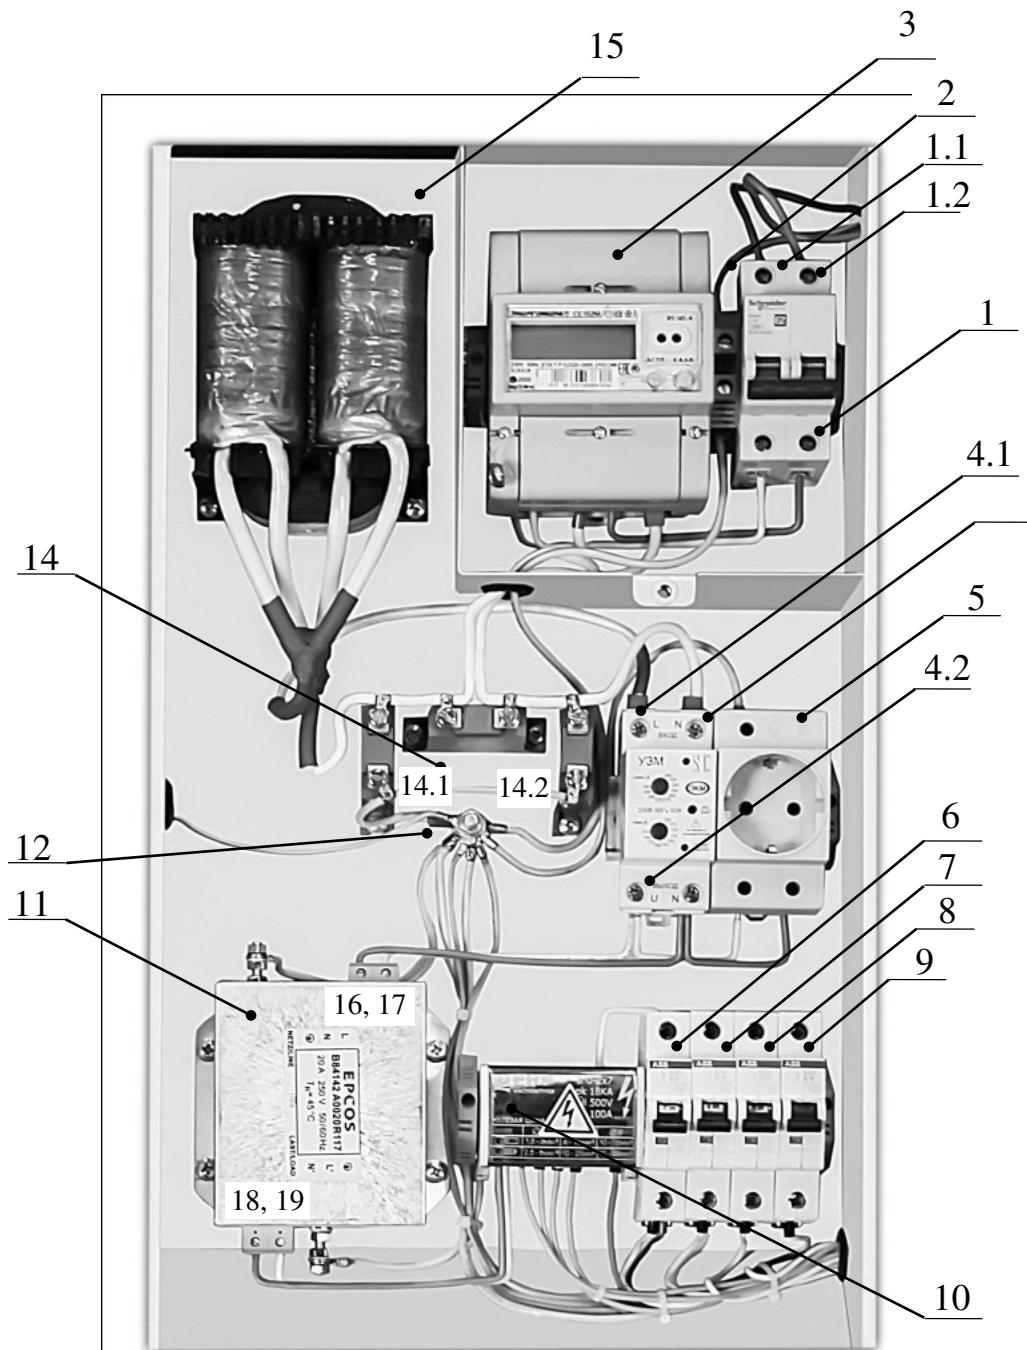

Рисунок 3 – Отсек ввода питания и грозозащиты по входу.
2.2.5 Подключить кабель сетевого электропитания МСКЗ к вводному автоматическому выключателю с соблюдением полярности L и N (рис.3, поз.1.1, поз.1.2).